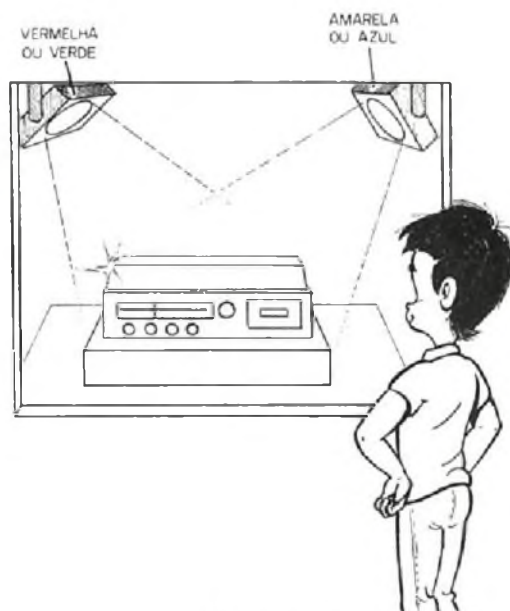

FIGURA 11
a) Decoração: na figura 11 temos a sugestão de iluminação de uma vitrine com lâmpadas amarelas e verdes que se alternam em ritmo lento com efeitos especiais. Os objetos devem ser de cores que permitam um realce com a iluminação deste tipo.